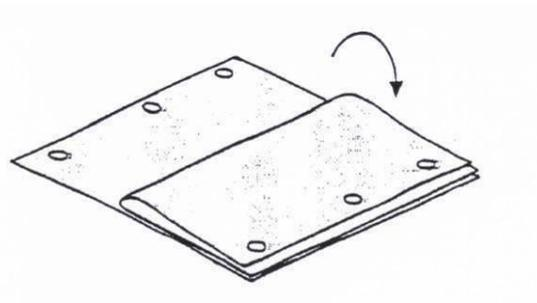

figure 1
- Placez le tissu filtrant à double couche sur une surface plane et pliez la moitié du tissu en partant de la moitié, conformément aux figures 1 et 2